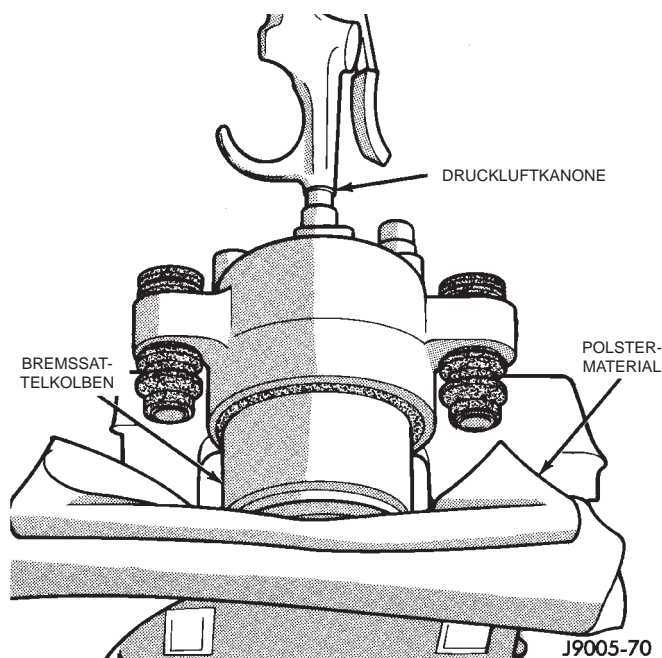

Abb. 66 Austreiben des Bremsattelkolbens
(4) Den Bremsattelkolben mit **kurzen Stößen** Druckluft geringer Intensität austreiben. Den Luftstrom durch die Flüssigkeitseinlaßöffnung leiten und den Kolben somit langsam aus der Bohrung treiben (Abb. 66).